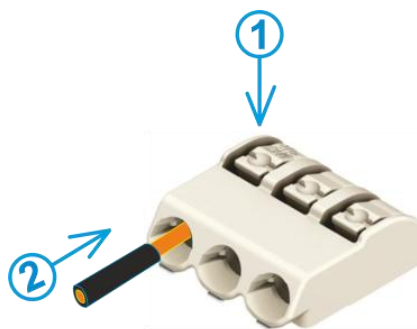

Figura 6-Conexionado conductores
El conexionado del teclado T2210 se realiza mediante clemas de presión situadas en la parte posterior del equipo. Para introducir o retirar los hilos en el conector debe ejercer una pequeña presión sobre el botón de apertura de la mordaza ① e introducir el conductor sin aislante ②, manteniendo la presión (*Figura 6*).